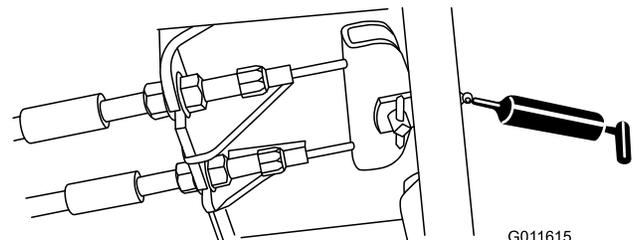

Рисунок 82
- Педаль тормоза (1 шт.) (Рисунок 82)